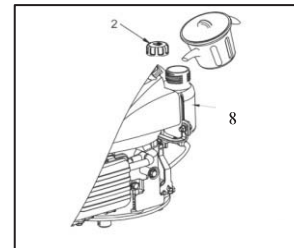

Fig. 5
1. Retirez le bouchon du réservoir (2).
2. Ajoutez le carburant au bas de la limite de niveau de carburant dans le col du réservoir de carburant (8). (Voir la figure 5)